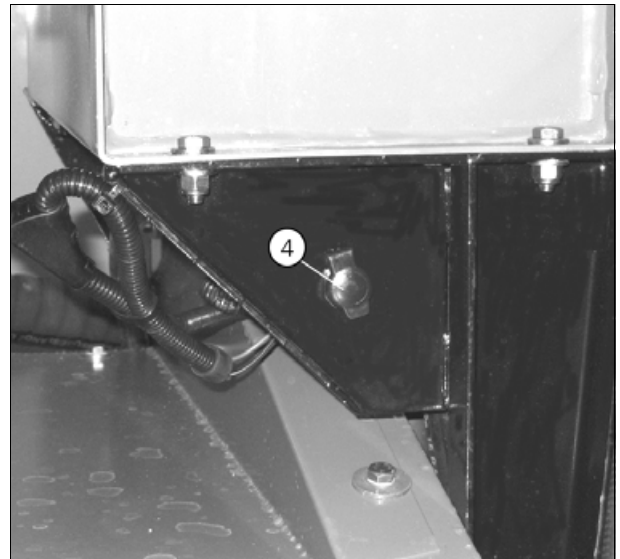

Рис. 6.
- В моторном отсеке (4) (рис. 6).